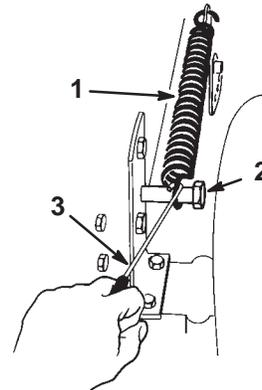

Bild 37
- Entfernen Sie die Feder des Schneidwerkhubes mit dem mit der Maschine mitgelieferten Federwerkzeug von der Befestigungsschraube (Bild 37). Die Feder befindet sich zwischen Rahmen und rechtem Hinterrad.